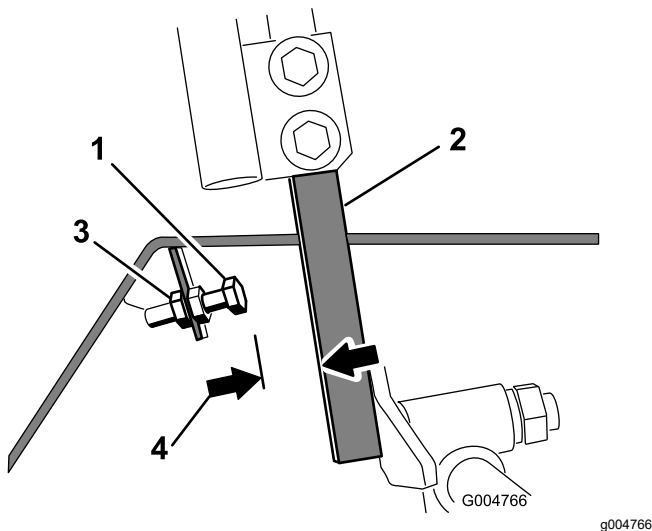

Figura 54
- Afloje la contratuerca del perno de tope de una palanca de control (Figura 54).